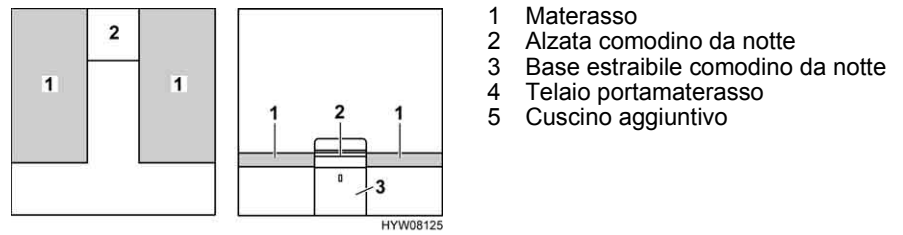

Fig. 107 Prima della trasformazione
- Rimuovere l'alzata del comodino da notte (Fig. 107,2) e metterla da parte.